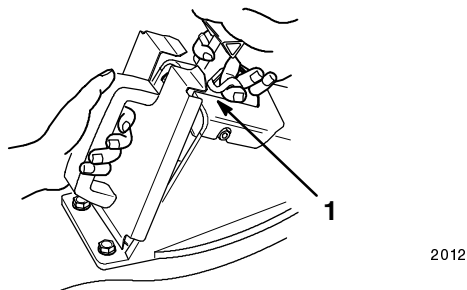

Figure 53
4. Introduisez l'obturateur dans l'éjecteur et montez la partie inférieure en premier (Fig. 53).
5. Soulevez le verrou de la poignée du volet (Fig. 53) et enfoncez complètement le haut de l'obturateur tout en tirant la poignée en arrière.